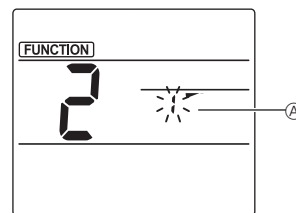

Fig. 2
- ② Het waaiernummer selecteren (Fig. 2)